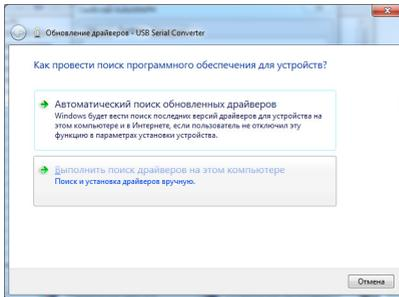

Рис.2.Ручная установка драйверов.
4. Выберите пункт «Выполнить поиск драйверов на этом компьютере» (Рис.2).